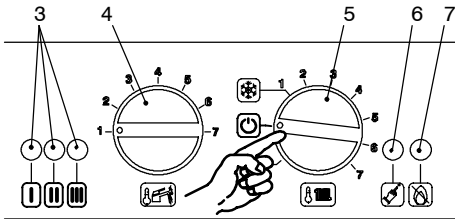
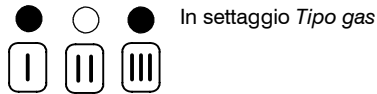
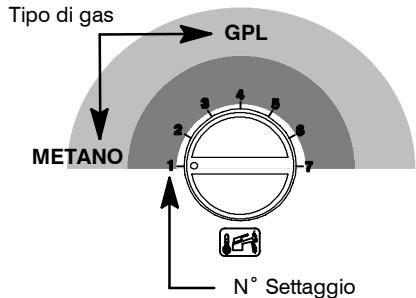
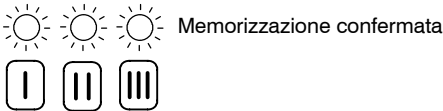

fig. 8.5
fig. 8.7
fig. 8.8
fig. 8.10
- 2 Ruotare il selettore di funzione 5 come in fig. 8.5
- 3 Posizionare il selettore 5 come indicato in fig. 8.5; la lampada di segnalazione 3 lampeggia ad intermittenza circa ogni 4 secondi.
- 5 Tenere premuto il pulsante di ripristino 6 in fig. 8.5 per circa 10 secondi, la lampada di blocco 7 in fig. 8.5 inizierà a lampeggiare.
- 7 Premere il pulsante di ripristino 6 in fig. 8.5 tante volte (4 volte) fino alla visualizzazione delle spie di segnalazione 3 in fig. 8.5 come in fig. 8.7 (leggenda spie fig. 8.4).
Per visualizzare il settaggio impostato tenere premuto il pulsante di ripristino 6 in fig. 8.5 per circa 5 secondi. Le spie di segnalazione 3 in fig. 8.5 lampeggeranno un numero di volte pari al settaggio (fig. 8.8).
- 8 Per cambiare il settaggio ruotare la manopola regolazione temperatura sanitari 4 in fig. 8.5 e
posizionarla per il **tipo di gas** prescelto fig. 8.8 (nella figura es. manopola settata per **gas Me-tano**), la lampada di segnalazione blocco 7 in fig. 8.5 lampeggia velocemente.
9 Per memorizzare il settaggio premere il pulsante di ripristino 6 in fig. 8.5 per circa 5 secondi, le spie di segnalazione 3 in fig. 8.5 lampeggiano tutte quante simultaneamente come in fig. 8.10 (leggenda spie fig. 8.4)